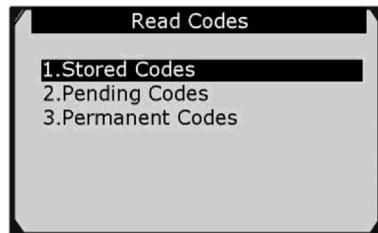

Рисунок 5-4
2) С помощью кнопки прокрутки вверх/вниз выберите пункт **Stored Codes** [Сохраненные коды], **Pending Codes** [Активные коды] или **Permanent Codes** [Постоянныe коды] в меню **Read Codes** [Считывание кодов], а затем нажмите кнопку **OK**. См. рисунок 5-4.